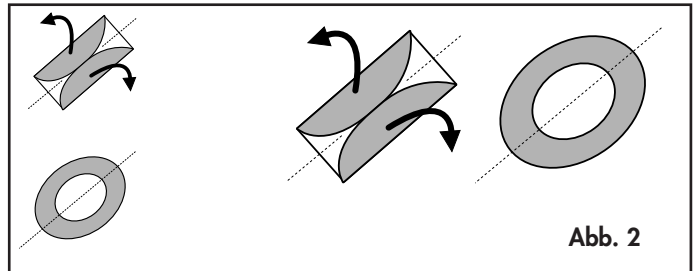

Abb. 2
**b** Legen Sie das Becken entweder links, wenn Sie von Punkt (A) der Symmetrie-Achse der vorbereiteten Fläche ausgehen, oder rechts, wenn Sie von Punkt (B) dieser Symmetrie-Achse ausgehen. Entfalten Sie das Becken nach rechts und anschliessend nach links, **Abb. 2**. **Hinweis: die gewählte Seite wird die Anschluss-Seite der Filteranlage sein.**